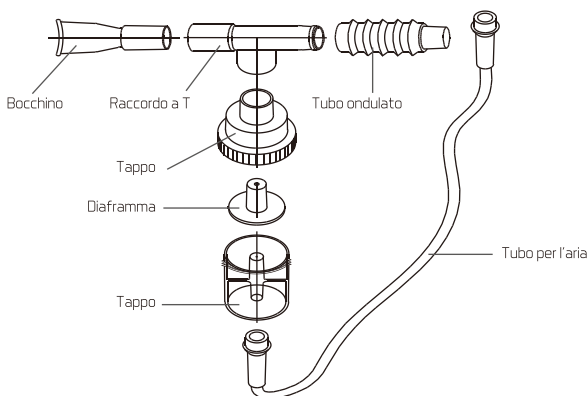

Figura 8: Componenti del nebulizzatore
- › Togliere il tubo dell'aria, togliere il bocchino, tirare verso il basso il contenitore del nebulizzatore, eliminare il medicinale restante nel contenitore e quindi lavare il tubo dell'aria, il bocchino, il tappo del nebulizzatore, il diaframma del nebulizzatore, il nebulizzatore, il tubo ondulado, il raccordo a T, ecc. con acqua pulita o immergerli in acqua calda per 15 minuti. Per pulirli per bene, è possibile aggiungere un po' di aceto nell'acqua (NOTA: **NON** bollire gli accessori di cui sopra né lavarli in acqua bollente, potrebbero deformarsi per il calore). Dopo aver completato la pulizia, asciugare i componenti prima della conservazione (il montaggio del nebulizzatore è illustrato nella figura 8).
- 1) Dopo la nebulizzazione, rimuovere il nebulizzatore dal concentratore di ossigeno. Spegnerne il concentratore di ossigeno, scollegare il tubo, rimuovere il tappo, smontare il nebulizzatore come illustrato nella Figura 8.